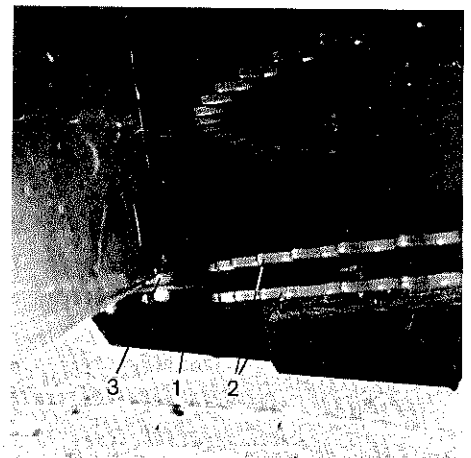

Abb. 19
Die Mähklinge (1), Abb. 19, am Mais-Chopper befindet sich unten an der Einzugswalze zwischen den beiden unteren Zahnscheiben (2).